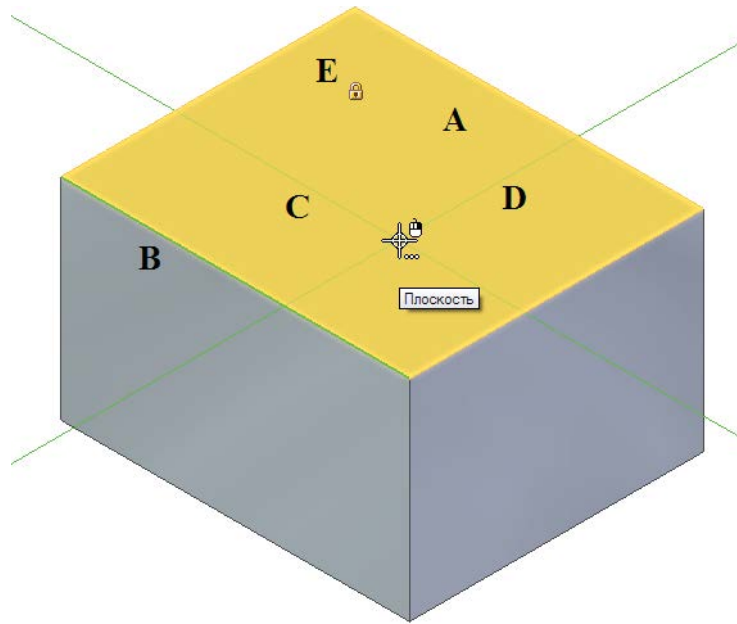
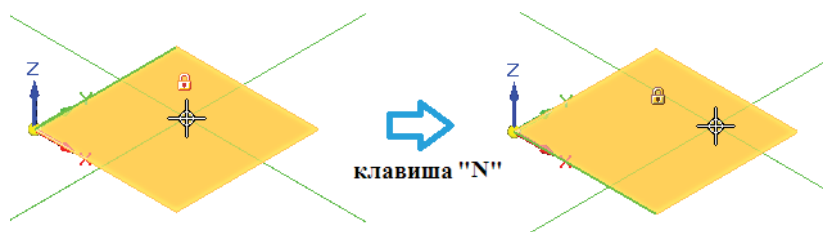

Рис. 2.2.2. Автоматическая фиксация плоскости эскиза
Рис. 2.2.4. Изменение направления оси X системы координат эскиза с помощью горячих клавиш
При запуске команды построения геометрии, использующей плоскость эскиза, и установке курсора на базовую плоскость или плоскую грань (рис. 2.2.2) подсвечиваются данная плоскость (A) и ее ребро (B), определяющее ось X системы координат этой плоскости. Линии выравнивания (C и D), отходящие от курсора, ориентируются параллельно осям X и Y этой системы координат. Также появляется значок замка (E), необходимый для ручной фиксации плоскости эскиза. Подсвеченная плоскость автоматически фиксируется в качестве плоскости эскиза при указании начальной точки геометрии эскиза щелчком мыши. При этом плоскость эскиза остается гарантированно зафиксированной до перезапуска команды щелчком правой кнопки мыши или до выбора другой команды. Вся выстраиваемая геометрия эскиза будет лежать в одной плоскости.
Если разместить курсор поверх плоскости, рядом с ним появится значок замка (см. рис. 2.2.2, E). Нажатие на этот значок фиксирует подсвеченную в данный момент плоскость в качестве плоскости эскиза; при этом в правом верхнем углу графического окна будет отображен значок индикатора фиксации . Эта плоскость останется зафиксированной при любых перемещениях курсора до момента явной отмены фиксации вручную.
При подсвечивании плоскости эскиза выбранное направление оси X также автоматически подсвечивается (рис. 2.2.2, B). Это направление можно изменить, выбрав в качестве него одно из линейных ребер выбранной грани или осей выбранной плоскости системы координат (рис. 2.2.4). Циклический перебор ребер и осей осуществляется с помощью горячих клавиш – **N** (в прямом направлении) или **B** (в обратном). В строке сообщений выводится соответствующая подсказка.